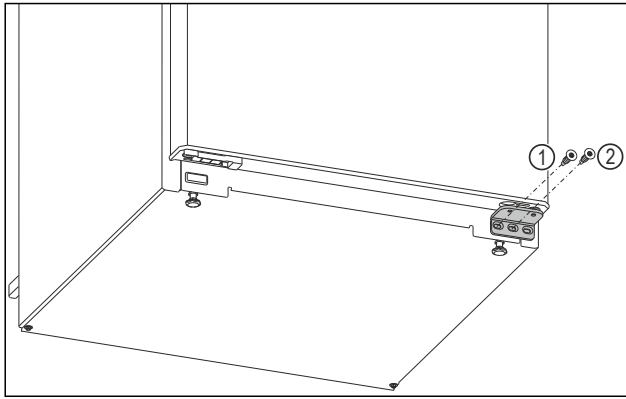

Fig. 4
- Am unteren Lagerbock die innere Schraube mit Schraubendreher Torx 20 herausdrehen. Fig. 4 (1)
- Am unteren Lagerbock die mittlere Schraube mit Schraubendreher Torx 20 herausdrehen. Fig. 4 (2)